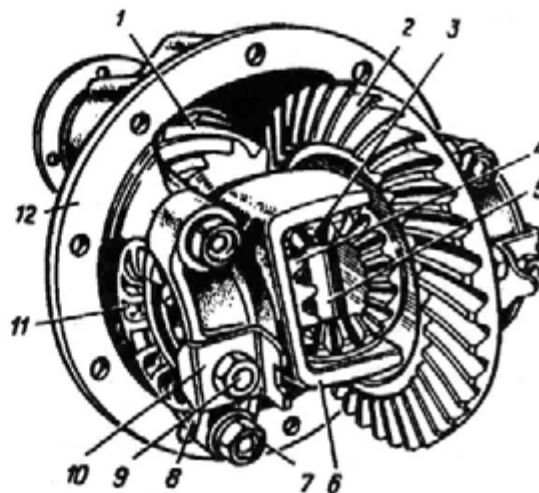

Рис. 139. Редуктор заднего моста в сборе:
1. Отверните болты 7 (рис. 139) и снимите стопоры 10 регулировочных гаек подшипников дифференциала. Пометьте крышки 8 подшипников коробки дифференциала, если они не помечены. Отверните болты 7, крепящие крышки подшипников дифференциала, и снимите
4. Выбейте с помощью резинового или деревянного молотка ведущую шестерню 1 (рис. 139) с внутренним кольцом заднего подшипника, с распорной втулкой и регулировочными прокладками, поддерживая при этом рукой шестерню за ее головку.